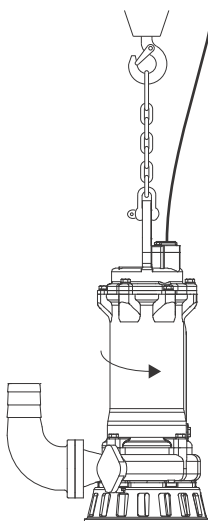

Fig. 9 Verificarea direcției de rotație
2. Porniți și opriți pompa observând mișcarea acestuia. Conectat corect, rotorul se va roti în sensul acelor de ceasornic, privit de deasupra. În consecință, când este pornită, sensul de rotație al pompei va fi în sens contrar acelor de ceasornic. Vezi fig. 9.